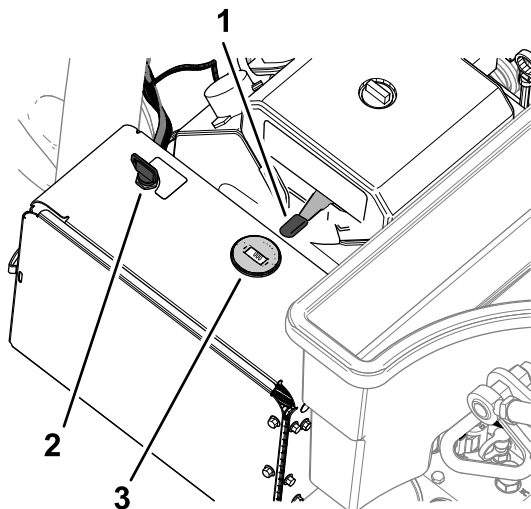

Figura 70
2. Utilizzate lo starter (Figura 70) nel modo seguente: